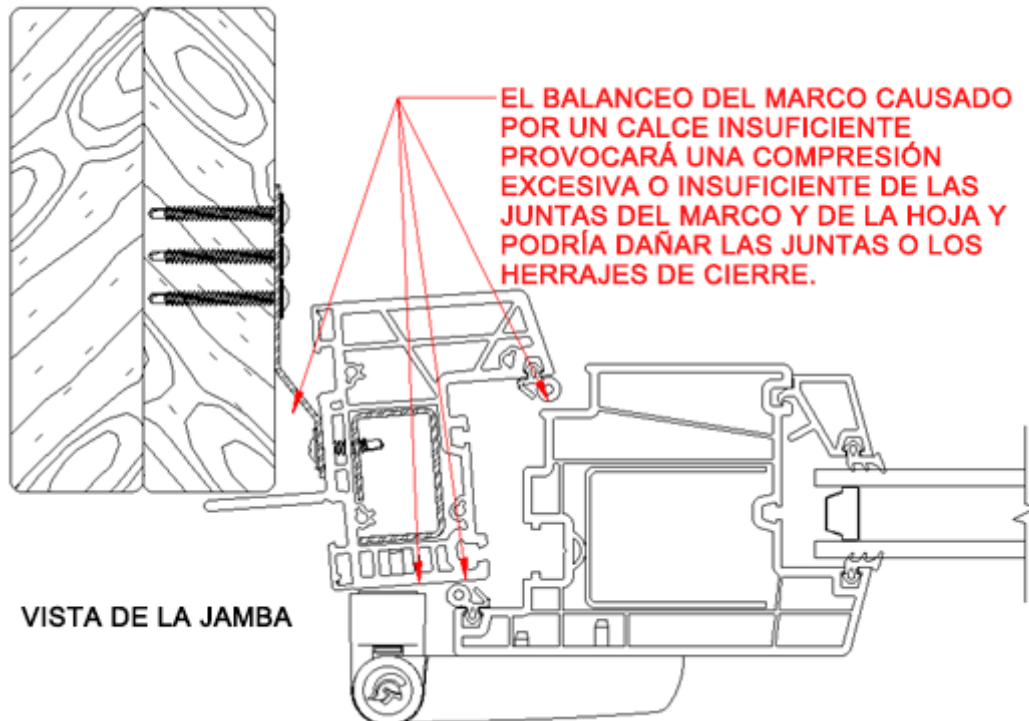

Figura 12: Vista de la jamba: puerta de correa de acero con balanceo del marco
D) *En la figura 12 se muestra una puerta que carece del calce adecuado y presenta balanceo del marco. Un exceso de calce producirá el mismo efecto en sentido contrario. El calce correcto de la puerta es necesario y fundamental para establecer un sistema de puerta que funcione correctamente. Si faltan calzos o no se hacen correctamente, se anulará la garantía.*